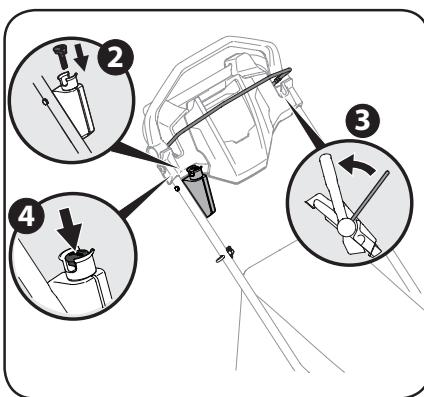

Figura 3-4
- Colóquese detrás de la cortadora, tire del control de la cuchilla hacia atrás contra el control de transmisión. Consulte la Figura 3-4.
- Empuje el botón del arrancador eléctrico para que arranque el motor. Consulte la Figura 3-4.